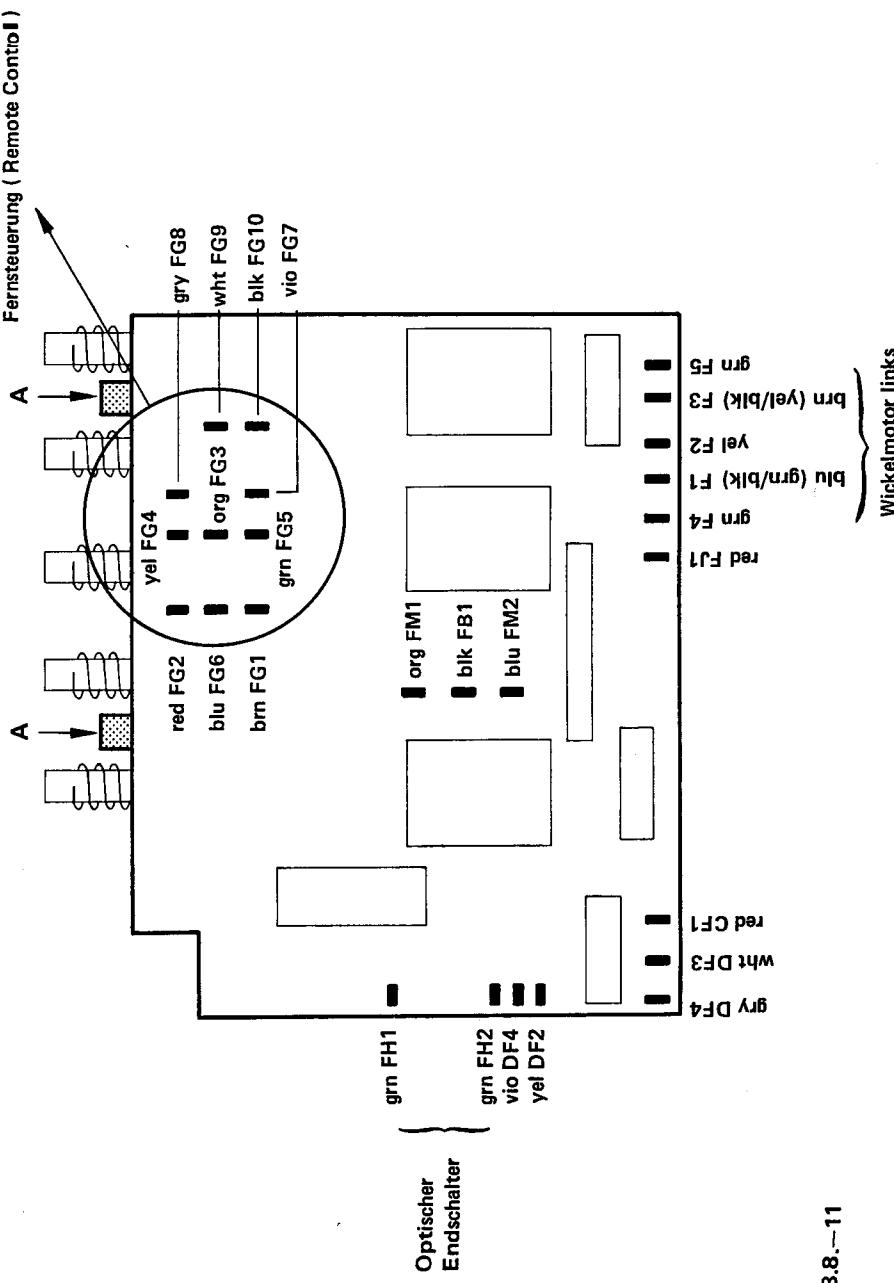

Bild 3.8.–11
- Schrauben A (Bild 3.8.–11) lösen. Mit dem Steuerprint nach unten ausfahren.